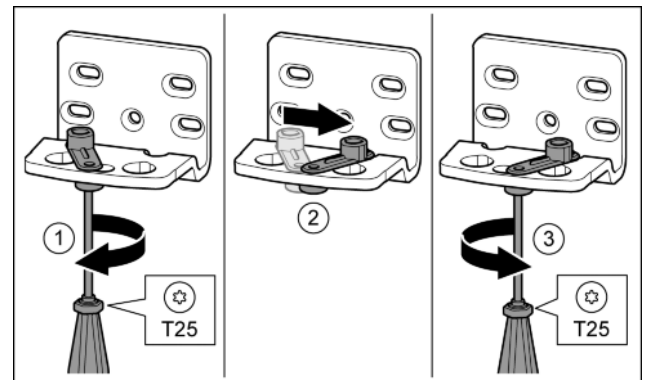

Fig. 15\*
- ▶ Schraube mit Schraubendreher T25 lose schrauben. Fig. 15 (1)\*
- ▶ Türschließhilfe anheben und um 90° nach rechts in Bohrung drehen. Fig. 15 (2)\*
- ▶ Schraube mit Schraubendreher T25 festschrauben. Fig. 15 (3)\*